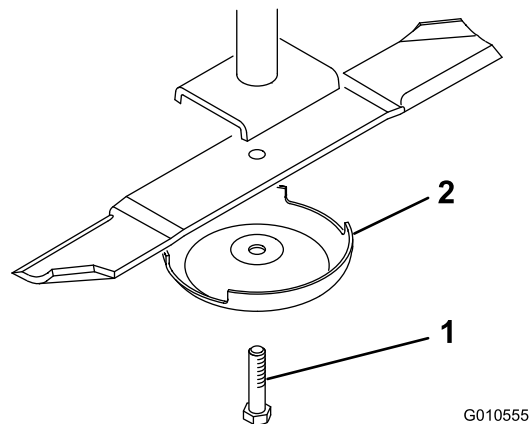

Bild 30
- Halten Sie das Ende des Messers mit einem stark wattierten Handschuh oder wickeln Sie einen Lappen um es herum. Entfernen Sie die Messerschraube, die Antiskalpierschale und das Messer von der Spindelwelle (Bild 30).